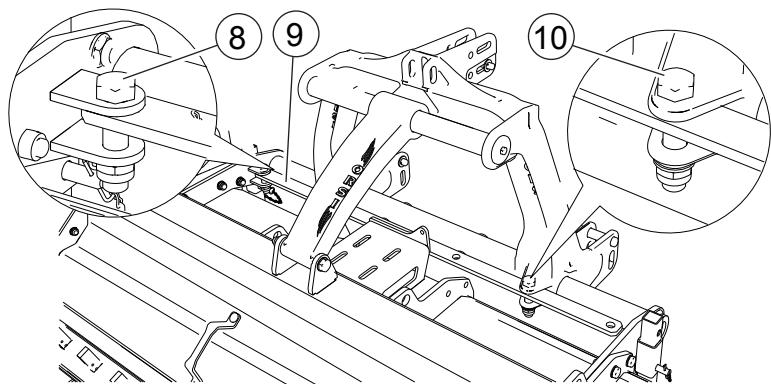

Fig. 26
- Collegare la staffa (9, "Fig. 26") al gruppo spostamento. Avvitare le viti (8 e 10, "Fig. 26").
- Connect the bracket (9, "Fig. 26") to the side shift unit. Tighten the screws (8 and 10, "Fig. 26").
- Brancher l'étrier (9, "Fig. 26") au groupe de déplacement. Visser les vis (8 et 10, "Fig. 26").
- Befestigen Sie die Halterung (9, "Fig.26") an der Seitenverschiebung. Ziehen Sie die Schraube (8 und 10, "Fig.26").
- Conectar el estribo (9, "Fig.26") al desplazamiento. Atornillar los tornillos (8 y 10, "Fig.26").
- Ligar o suporte (9, "Fig.26") ao grupo de deslocamento. Apertar os parafusos (8 y 10, "Fig.26").